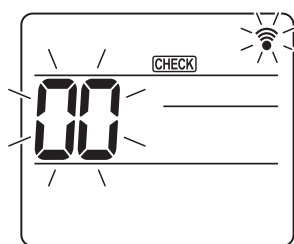
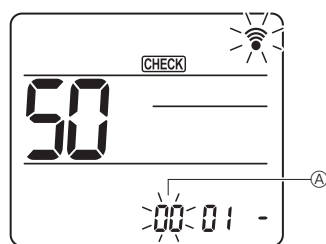
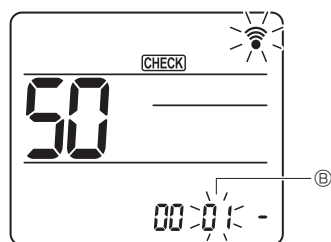
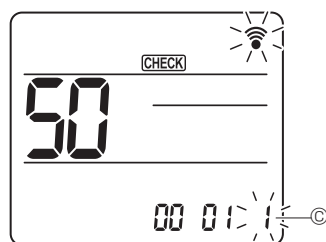

Fig. 7-16
Fig. 7-17
Fig. 7-18
Fig. 7-19
7.4.2. À l'aide de la télécommande sans fil (Fig. 7-16, Fig. 7-17, Fig. 7-18, Fig. 7-19)
① Accès au mode de sélection des fonctions
- Appuyez sur la touche [MENU] pendant 5 secondes. (Commencez cette opération lorsque l'affichage de la télécommande est éteint.) [CHECK] s'allume et "00" clignote. (Fig. 7-16)
② Réglage du numéro d'appareil
- Appuyez sur les touches [DOWN] pour régler le numéro d'appareil ①. (Fig. 7-17)
③ Sélection d'un mode
- Appuyez sur les touches [DOWN] pour régler le numéro de mode ②. (Fig. 7-18)
④ Sélection du numéro de réglage
- Utilisez la touche [DOWN] pour changer le numéro de réglage ③. (Fig. 7-19)
⑤ Pour sélectionner plusieurs fonctions à la suite
- Répétez les sélections ③ et ④ pour modifier les réglages de plusieurs fonctions à la suite.
⑥ Fin de la sélection de fonction